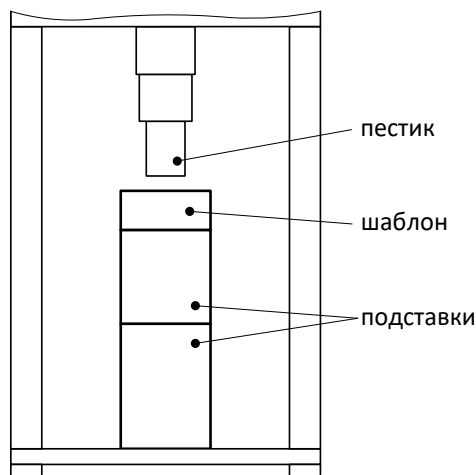

Рисунок 21 – Установка шаблона
5.6.4 Установить подставки и шаблон из комплекта поставки (рисунок 21) и нажать [Режим] для запуска калибровки.
5.6.9 Установить под пестик подставки и шаблон из комплекта поставки (рисунок 21) и нажать [Режим] для выполнения компенсации механики; дождаться завершения операции.